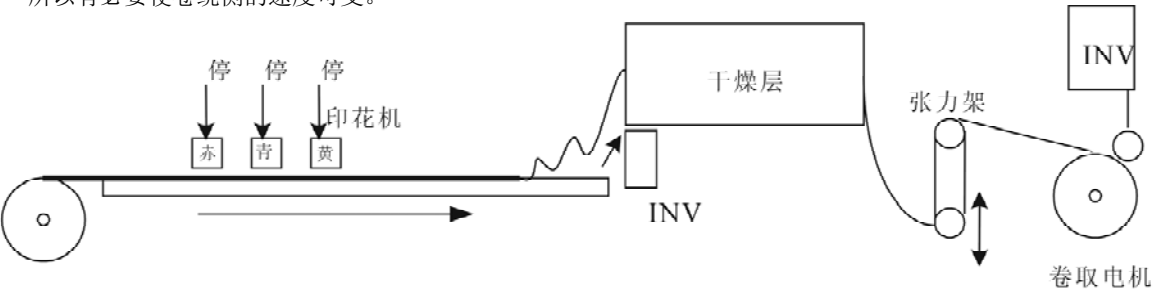

图8-2-2 印花机卷绕功能系统示例
- 图8-2-2的示例是表示对纸、布着色的印花机的卷绕功能。